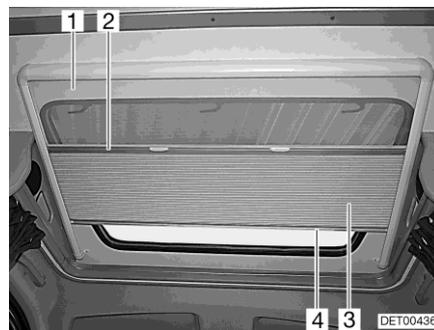

Fig. 46 Lucernario
La tendina oscurante pieghevole (Fig. 46,3) è fissata alla protezione contro gli insetti (Fig. 46,1).
- Afferrare la tendina oscurante pieghevole al centro dell'asta di chiusura (Fig. 46,4) e tirare delicatamente verso il basso.
- Ricondurre lentamente la tendina oscurante pieghevole sull'asta di chiusura (Fig. 46,4).
- Afferrare la protezione contro gli insetti al centro dell'asta di chiusura (Fig. 46,2) e tirarla delicatamente verso il basso.
- Ricondurre lentamente la protezione contro gli insetti sull'asta di chiusura della tendina oscurante pieghevole (Fig. 46,4).